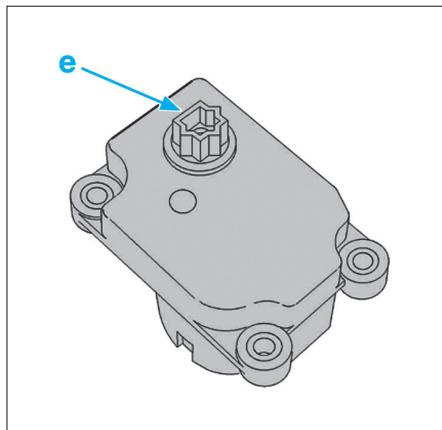

Fig. 29a
- A la repose**, procéder à l'inverse de la dépose et en alignant les détrompeurs (e) (Fig.29a), des motoréducteurs.